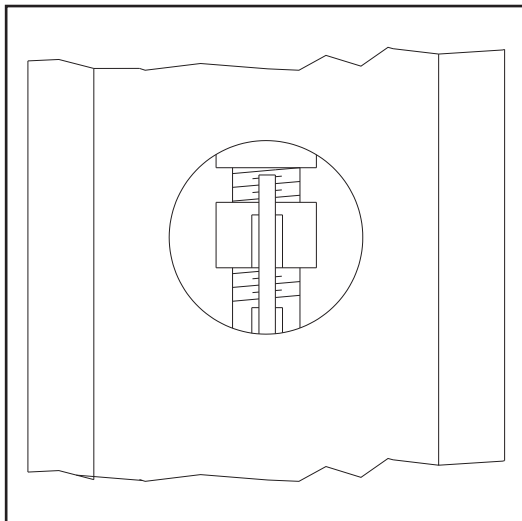

Fig.58 - Abb.58
- portare i carrelli ad una altezza tale che le chiocciolate si trovino in corrispondenza dei fori ricavati sui carter (Fig.58).
■ raise carriages to same level as holes on side guards (Fig.58).
- placer les chariots à hauteur telle que les écrous se trouvent en regard des trous de visite pratiqués dans les carter (fig. 58).
- Die Schlitten bewegen, so daß die Schnecke in Anschluß mit den auf dem Schutzgehäuse Rohren sind (Abb. 58).